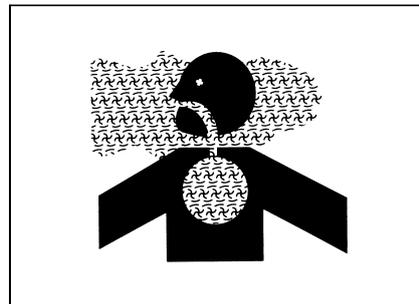

Рис. 1-37
- Вдыхание эфирным паром или касание кожи ранят людей.(рис. 1-37)